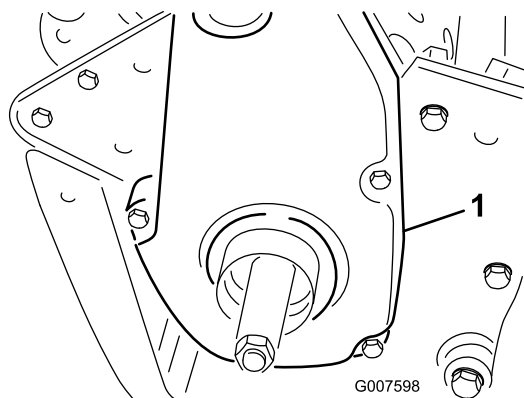

Рисунок 50
6. Снимите задний кожух ремня с правой стороны машины (Рисунок 50).